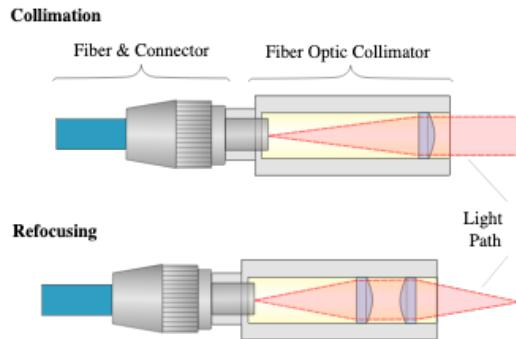

图 1: 光纤准直器
- 耦合进光纤的激光 (B1) 经过光纤准直器 (**Fiber Collimator**) (图1) 变成一束较小的平行光 (其调节方法见另一篇笔记)。